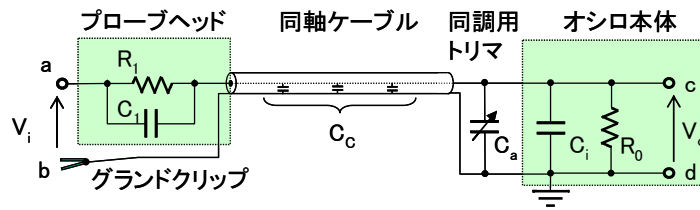

図 11. プローブを使用したオシロスコープの等価回路
- (1) 図 11 はプローブを取り付けたオシロスコープの等価回路である。入出力の電圧比 V_o/V_i が周波数に依らず一定値となる条件を求めよ。さらに、このとき入力端子 a-b から見込んだインピーダンスを求めよ。